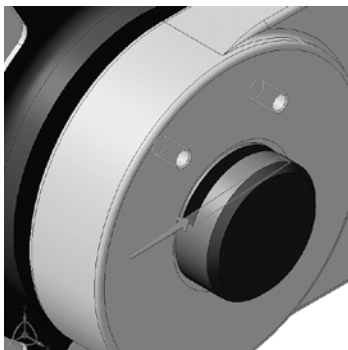

Рис. 36. Выбор грани детали «Ось» для сопряжения «Параллельность»
2.4.10 Нажмите кнопку **Параллельность** . Укажите грань на дне паза (рис. 36).